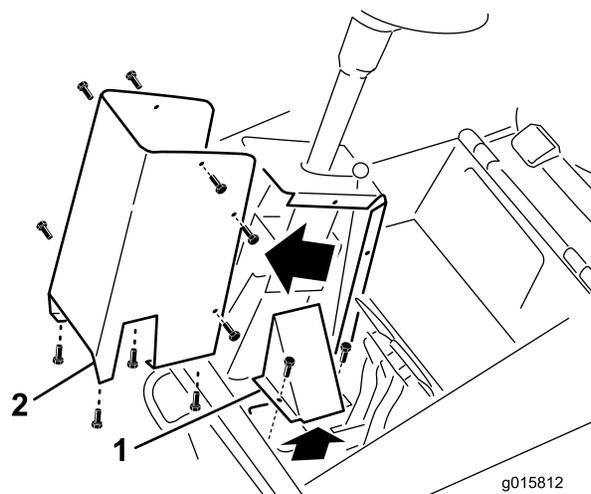

Figura 1
1. Rimuovete il coperchio del tubo idraulico dalla base del copripiantone (Figura 1).
2. Staccate il copripiantone dalla colonna dello sterzo (Figura 1).